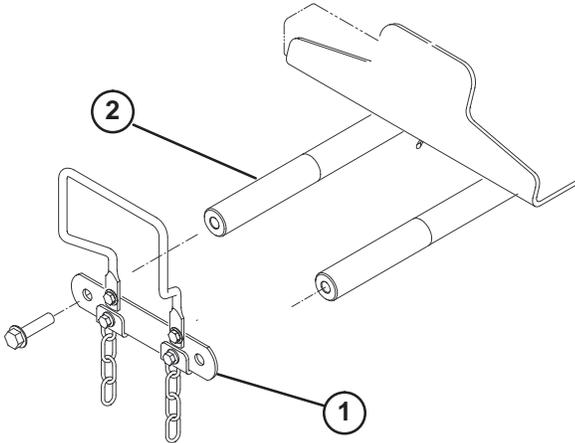

Bild 12
1. Nehmen Sie die beiden Kopfschrauben ab, mit denen der Gelenkschaftanschluss des Hubsarms an den Gelenkschaften des Hubarms befestigt ist. Nehmen Sie den Gelenkschaftanschluss und die Kopfschrauben ab und bewahren Sie diese auf (Bild 12).